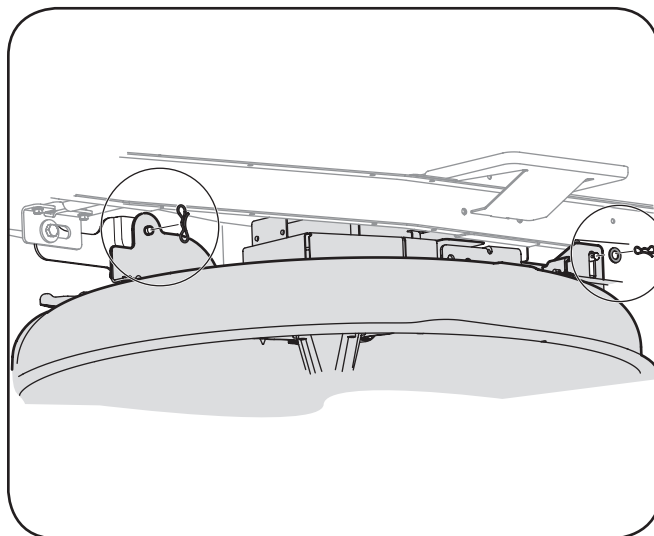

Figure 7-3
5. Retirez les goupilles fendues qui retiennent le plateau de coupe à l'appareil. Voir Figure 7-3.